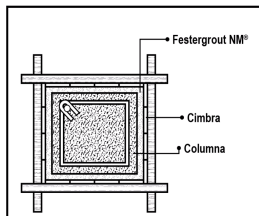

Fig 5. Aumento de sección en elementos estructurales de concreto
- Aumento de sección en elementos estructurales de concreto (fig. 5)